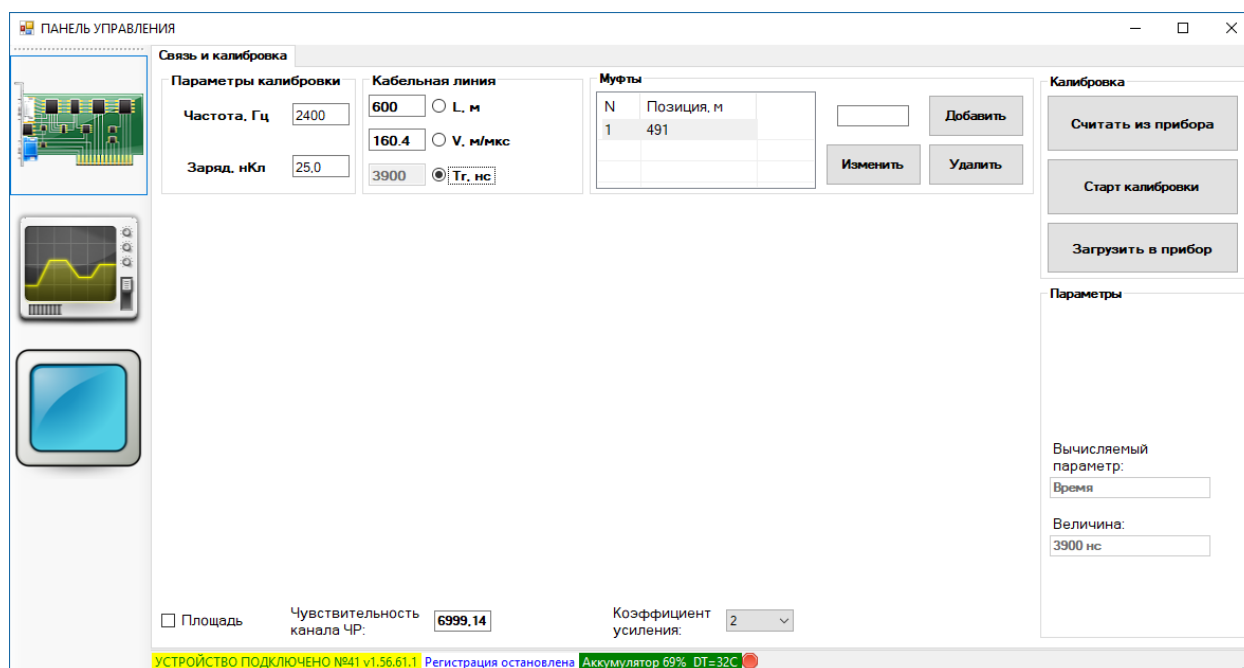

Рисунок 9.4. Внешний вид окна программы «CPDA», «Удаленное управление».
9.4.2 Откройте панель «Рефлектометр», для этого нажмите нижнюю кнопку «Рефлектометр», расположенную в левой части окна удаленного управления (Рисунок 9.4).